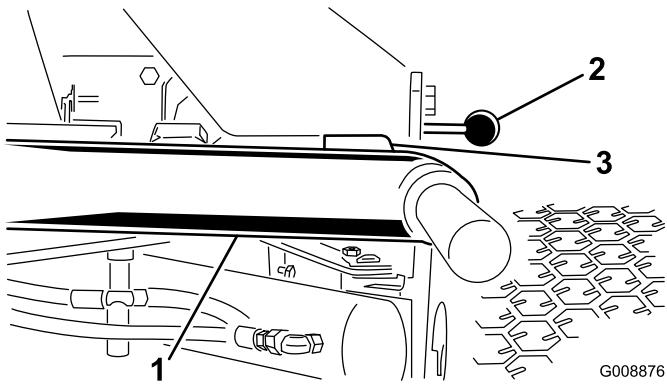

Bild 11
1. Starten Sie den Motor, heben die Mähwerke an und prüfen, ob der Abstand zwischen jedem Hubarm und dem Bügel auf der Bodenplatte zwischen 5 und 8 mm liegt (Bild 11).